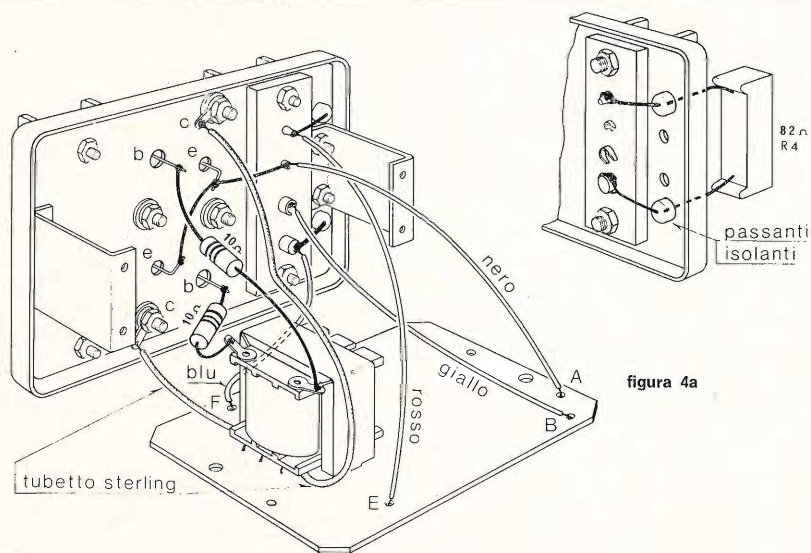

figura 4
- Saldare lo spezzone di filo rosso al terminale indicato in serigrafia e in figura 4 con la lettera « E ».
- Saldare lo spezzone di filo giallo al terminale indicato in serigrafia e in figura 4 con la lettera « B ».
- Saldare lo spezzone di filo nero al terminale indicato in serigrafia e in figura 4 con la lettera « A ».
- Saldare lo spezzone di filo blu al terminale indicato in serigrafia e in figura 4 con la lettera « F ».
- Saldare alle due pagliette che si trovano sul lato superiore del primario del trasformatore T_1 , vedi figura 4, i due resistori R_1 e R_3 , entrambi da 10 Ω . Dal lato della saldatura i terminali dei due resistori dovranno avere la lunghezza di circa 10 mm, dal lato opposto i terminali, che saranno successivamente saldati alla piastra, dovranno avere lunghezza di circa 20 mm.
- Infilare nei due conduttori provenienti dal primario del trasformatore T_1 i due spezzone di tubetto sterlingato giallo — figura 4.
- Infilare i terminali del resistore R_4 attraverso i due spinotti laterali della basetta porta prese. Collegare fra loro gli emettitori dei due transistori mediante uno spezzone di filo di rame nudo e collegarli con l'apposita presa della basetta porta prese, come indicato in figura 4.
- Saldare alla base di ciascun transistore i terminali liberi dei resistori R_1 e R_3 come è indicato in figura 4.
- Saldare il conduttore rosso, proveniente dal punto « E » del circuito stampato, alla presa superiore della basetta porta prese — figura 4.